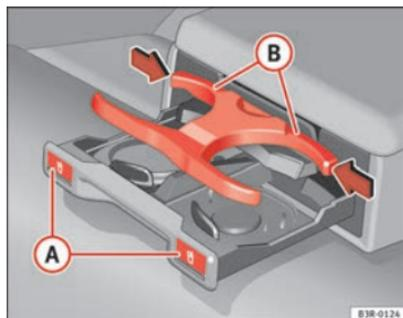

Fig. 121 Portabebidas en el reposabrazos trasero
- Pulse sobre el símbolo A ⇒ fig. 121.